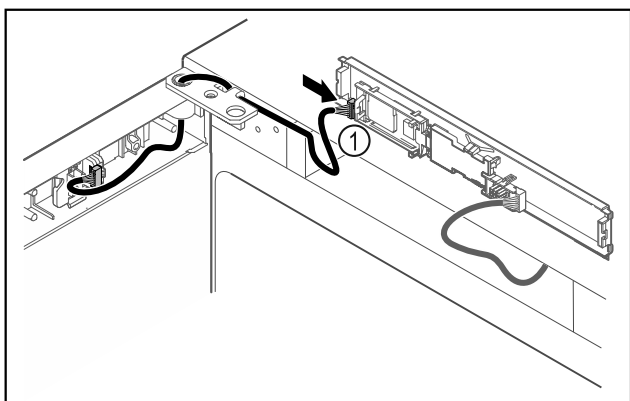

Fig. 41
- ▶ Συνδέστε το φιν Fig. 41 (1) στην πλακέτα.